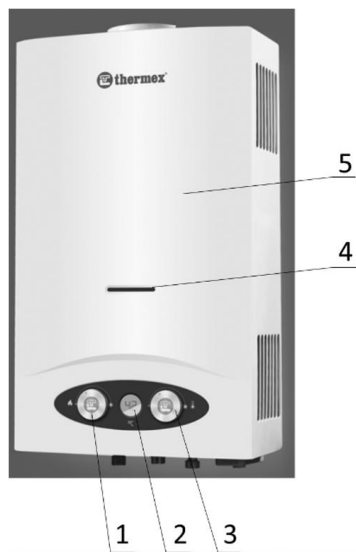

Рисунок 1
ГПВН настенного типа имеет прямоугольную форму, которая образуется установленной на каркасе съёмной облицовкой (**Рис.1,2**).
Составные части изделия, поясняющие принцип устройства ГПВН и требующие технического обслуживания во время эксплуатации, показаны на **Рис.1**.
4.3 Основные узлы ГПВН, (Рис.1,2):